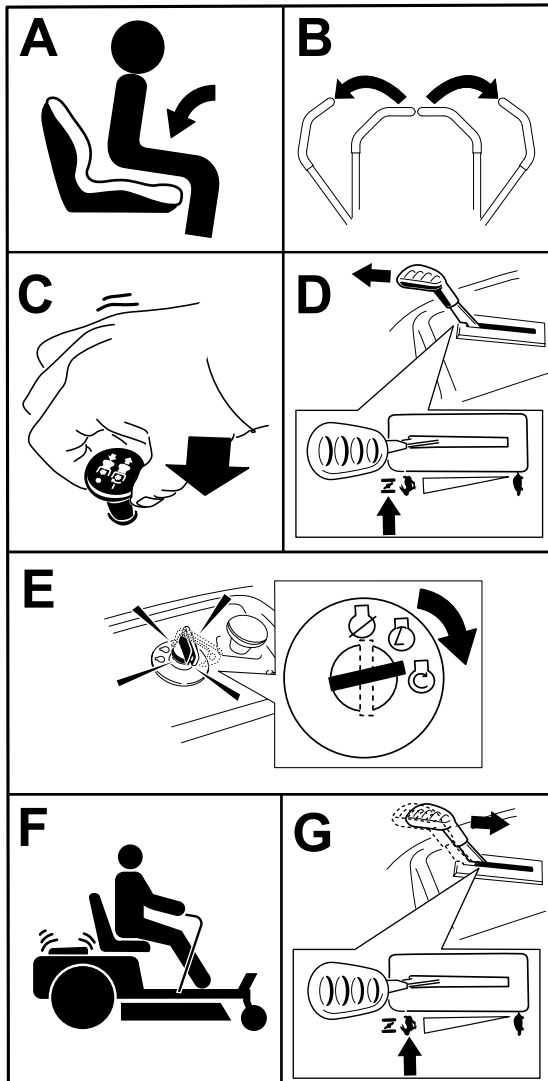

Figura 18
Nota: Puede ser necesario sujetar la palanca contra el tope, en la posición Estárter, mientras intenta arrancar el motor (Figura 18).
1. Desengrane las cuchillas moviendo el mando de control de las cuchillas a la posición de DESENGRANADO (Figura 18).